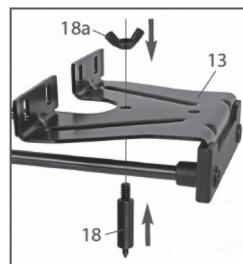

рис.8
Для осуществления фрезерования заготовки по заданной окружности (дуге), необходимо установить остриё циркуля (рис.8 поз.18).
- барашковой гайкой (рис.8 поз.18а) зафиксировать остриё циркуля (рис.8 поз.18) на параллельном упоре;